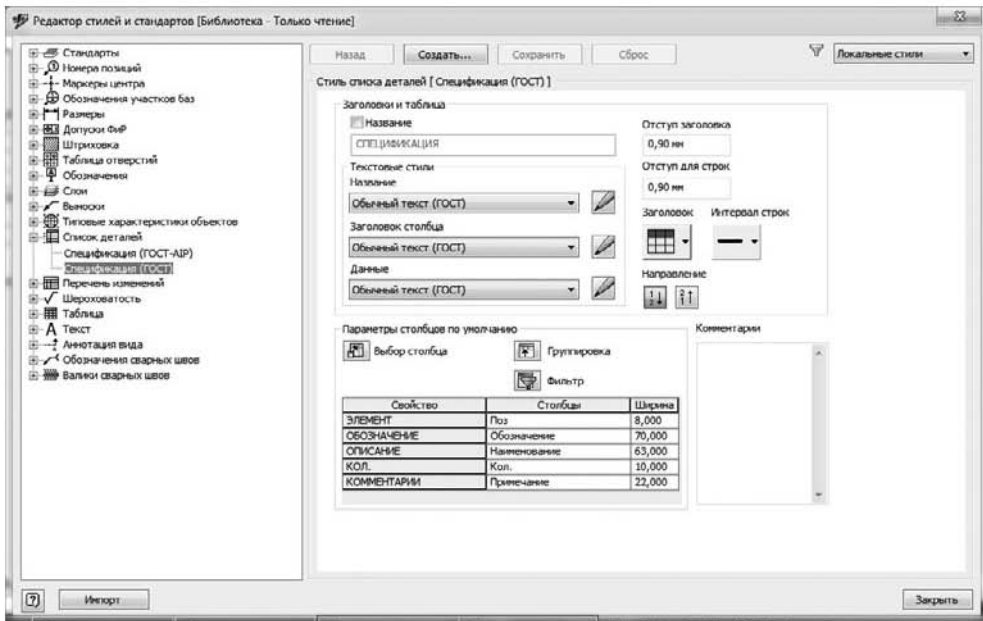
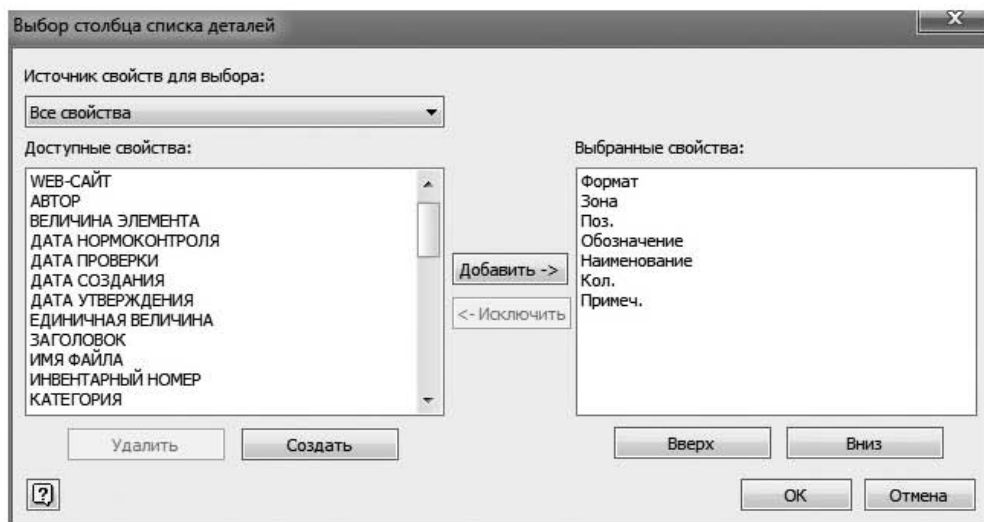

Рис. 9.19. Окно редактора стилей
Рис. 9.20. Окно выбора и создания столбцов спецификации
4. Выберите на ленте вкладку **Управление** ▶ **Стили и стандарты** ▶ **Редактор стилей**. Откроется диалоговое окно (рис. 9.19). Выберите в нем раздел **Список деталей** ▶ **Спецификация ГОСТ**, переименуйте названия столбцов и создайте необходимые столбцы нужного размера, для чего нажмите на кнопку **Выбор столбца** . В появившемся диалоговом окне создайте необходимые названия столбцов (рис. 9.20), нажмите **ОК**. Задайте нужную ширину каждого столбца и сохраните настройки.